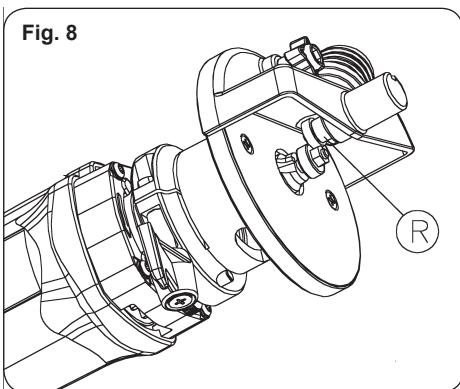

Fig. 8
5. El pivote freno R (Fig. 8) debe situarse sobre el lado frontal (no en el contorno) del rodamiento de la fresa.
La máquina va equipada con toma de aspiración, por la que puede conectarse, mediante el acoplamiento aspirador estándar (Ref. 6446073) a nuestros aspiradores AS182K, AS282K o a cualquier aspirador industrial. La toma de aspiración lleva incorporado un pivote freno R (Fig. 8) con muelle cuya misión es frenar el aro exterior del rodamiento, evitando que gire solidariamente con la fresa y de esta forma pueda dañar la superficie del panel al colocar la fresadora en posición de trabajo.
5. The brake pivot R (Fig. 8) must be placed on the front (not the edge) of the bit bearing.
The dust collector connection incorporates a sprung brake pivot R (Fig. 8), whose purpose is to slow down the outer bearing ring, preventing it turning with the bit and possibly damaging the surface of the panel when placing the trimmer in the working position.